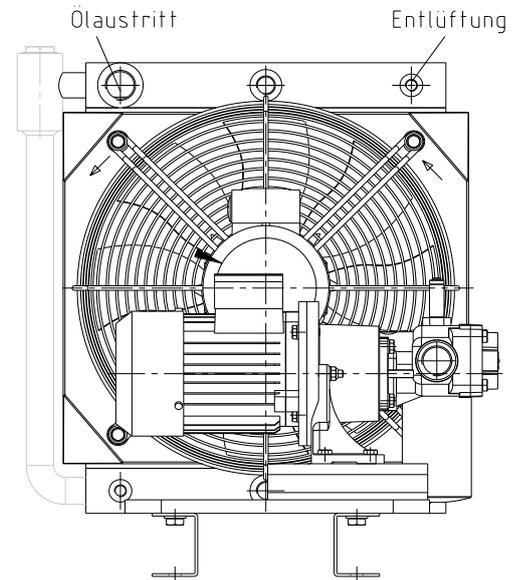

Bild 7: Öl-/Luftkühler; Beispiel: OPC2-300 bis OPC2-900
Um den Öl-/Luftkühler anzuschließen, benutzen Sie geeignete Hydraulikschläuche. Diese werden auf der Austrittsseite des Kühlelementes angeschlossen (siehe Bild 7).
- Entlüften Sie das Kühlelement nach dem Befüllen (siehe Bild 7).